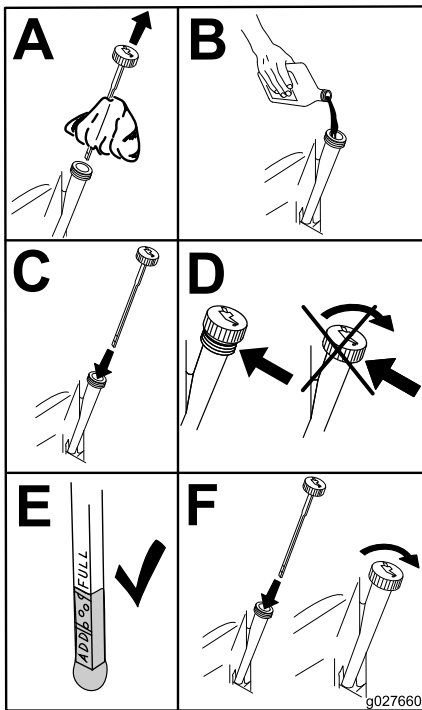

Figura 48
- Vierta lentamente un 80% aproximadamente del aceite especificado por el tubo de llenado, luego añada lentamente el resto del aceite hasta que llegue a la marca de **Lleno** (Figura 48).